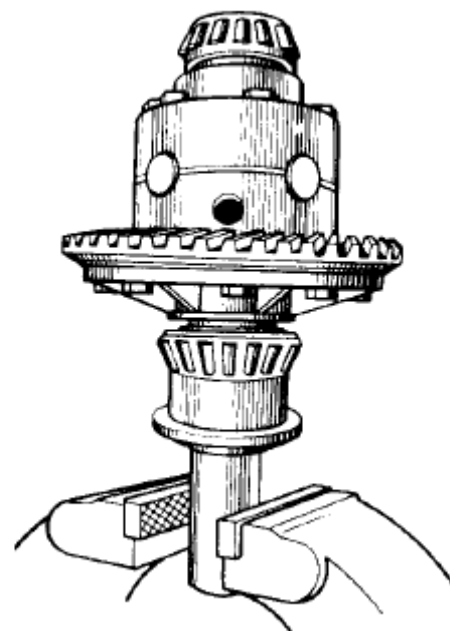

Рис.11 Предварительная напрессовка внутренних колец подшипника дифференциала
1. Напрессуйте внутренние кольца подшипников (рис. 11) дифференциала на шейки собранного дифференциала до упора.